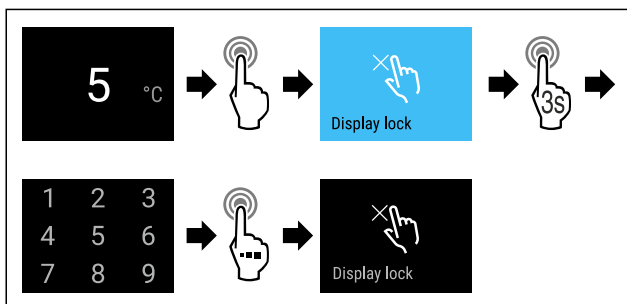

Fig. 80
- Provedte akční kroky (viz Fig. 80).